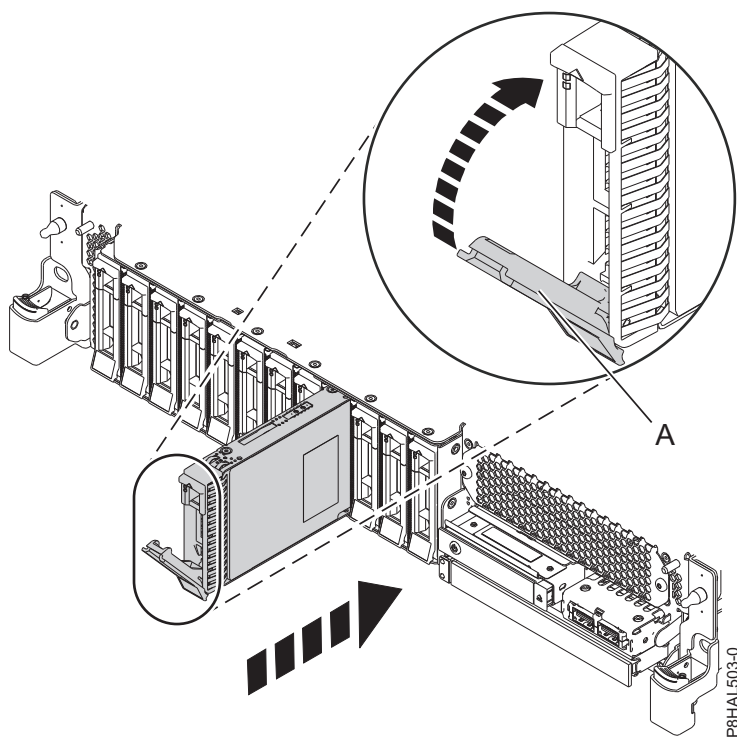
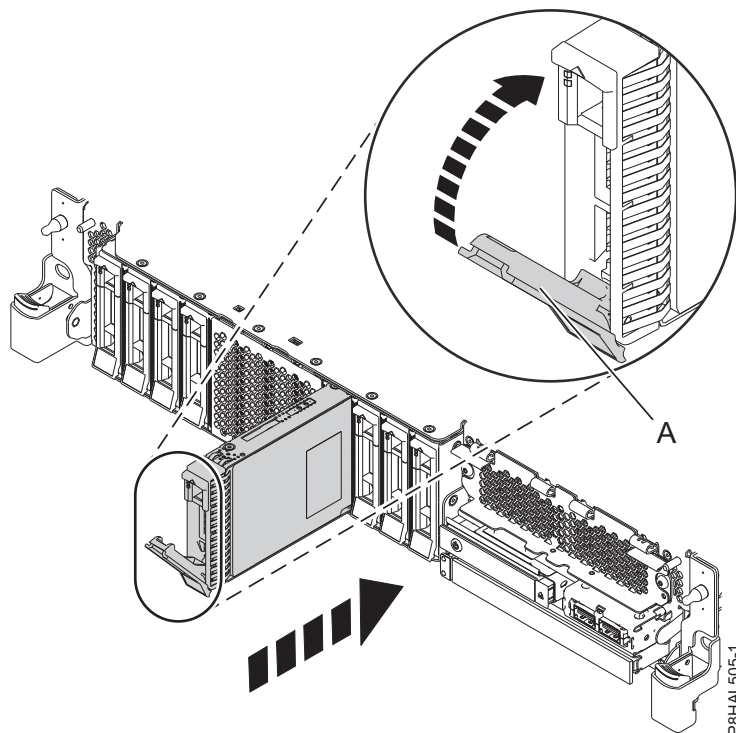

Figura 4. Instal·lació d'una unitat de disc en un sistema funció bàsica 5148-21L, 5148-22L, 8247-21L, 8247-22L, 8284-21A, o 8284-22A
Figura 5. Instal·lació d'una unitat de disc en un sistema 5148-21L, 5148-22L, 8247-21L, 8247-22L, 8284-21A, o 8284-22A
3. Desbloquegeu la nansa del compartiment d'unitats (A) prement-la i estirant-la cap a vosaltres. Si la nansa no s'estén del tot, la unitat no podrà lliscar en el sistema. Consulteu Figura 4 a la pàgina 6 i Figura 5 a la pàgina 7.
5. Feu lliscar la unitat fins que quedi al fons del sistema i empenyeu la nansa del compartiment d'unitats (A) fins que quedi bloquejada, tal com es mostra a Figura 4 i Figura 5 a la pàgina 7.